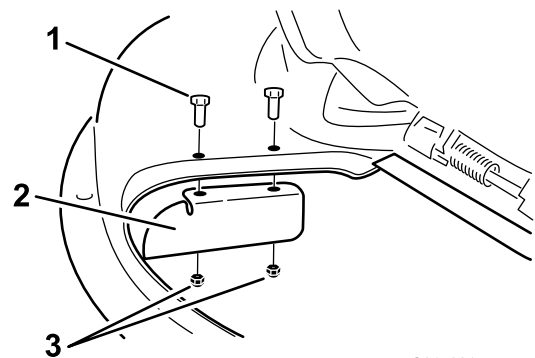

Bild 18
9. Befestigen Sie das Versatzablenksblech am Mähwerk (Bild 18).
3. Entfernen Sie das Versatzablenkblech vom Mähwerk (Bild 18).